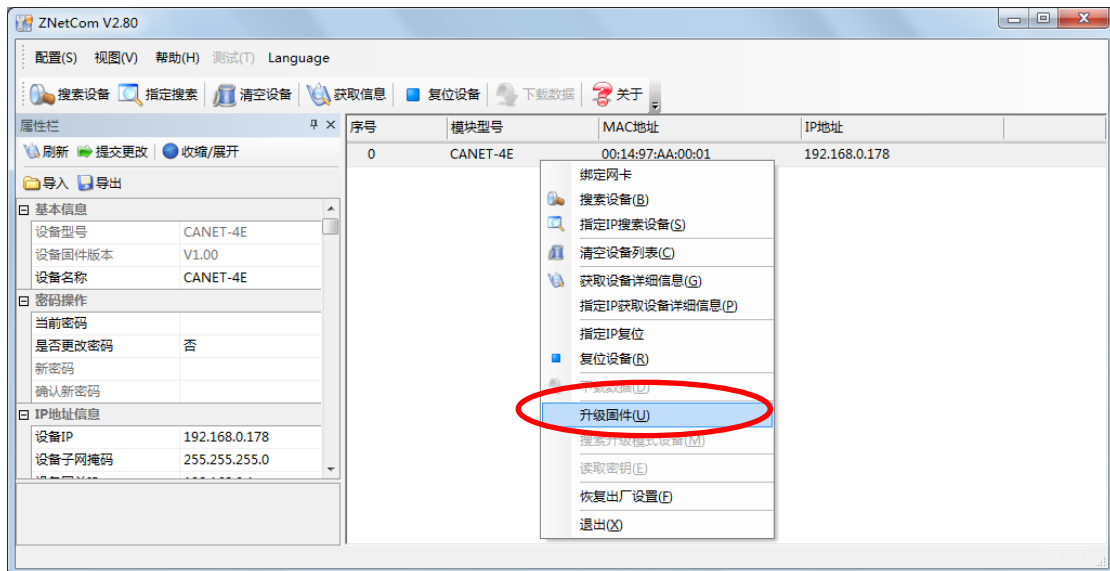

图 6.14 固件升级菜单项
单击  按钮，在弹出的“打开”对话框中（如图 6.14 所示），选择保存的设备配置信息文件，单击【打开】按钮后，ZNetCom 软件将导入文件中保存的设置。
1. 在 ZNetCom 软件的设备列表栏中, 在列表项选中要升级的设备, 点击鼠标右键, 出现菜单项, 如图 6.14 所示。